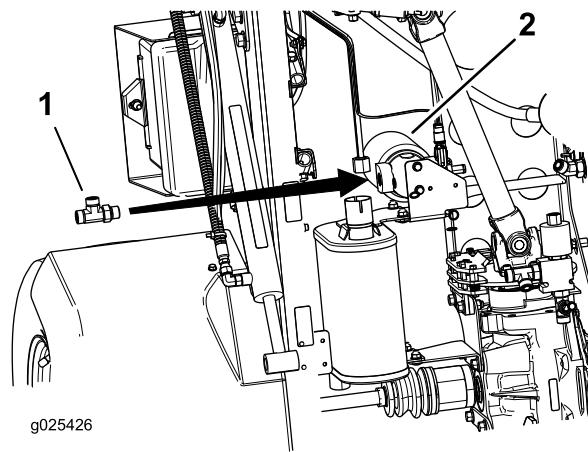

Figura 15
2. Instale el acoplamiento en T con juntas tóricas (Figura 15).